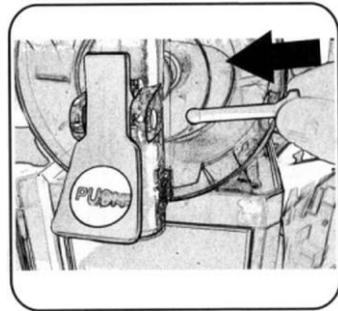

Fig.42
6. Indsæt håndtagets fastgørelsesstift som vist i fig. 42.